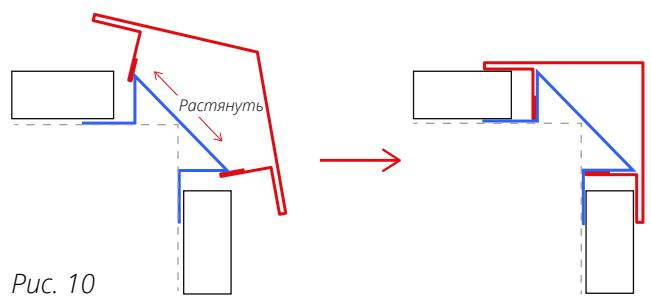

Рис. 10
- В верхней точке элемента зацепите оба отгиба верхней планки за выступы нижней. Постепенно двигаясь сверху вниз, надавливайте на верхнюю планку так, чтобы она «зашелкивалась» на нижней (рис. 10).